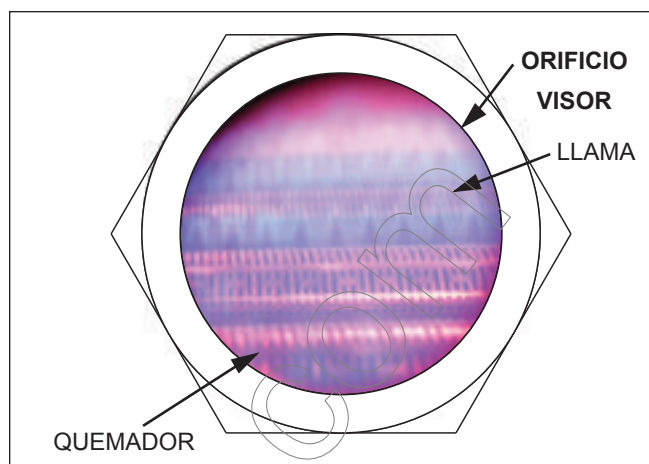

Figura 36. Vista de la llama
12. Realice una inspección visual de la llama del quemador principal. La llama se puede ver desde un orificio visor que se encuentra en el lado inferior derecho del calentador. La llama debería ser de color celeste y corta, véase Figura 36. Si el aspecto de la llama no es así, será necesario realizar un ajuste, tal como está descrito en la siguiente sección.